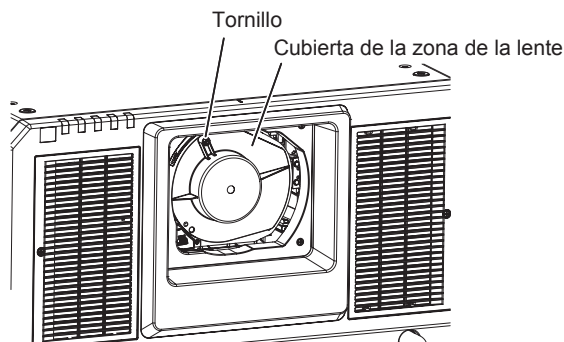

Figura 1
1) Afloje el tornillo que fija la cubierta de la zona de la lente. (Figura 1)